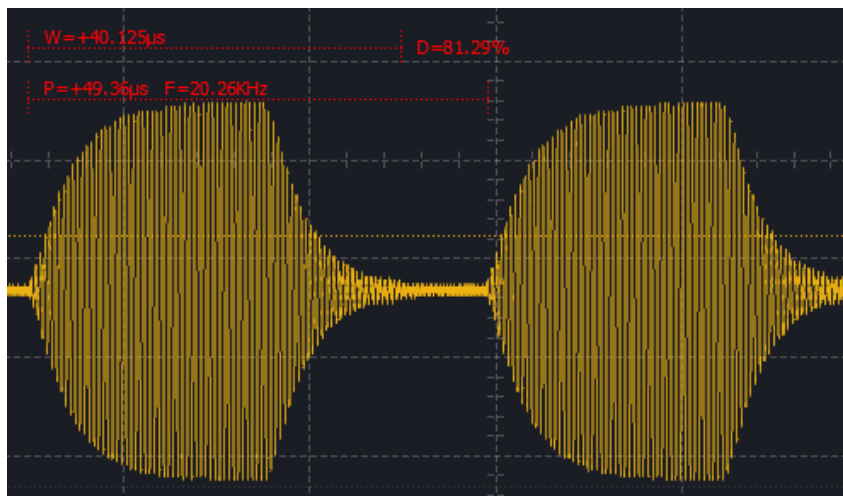

图 3-26
**水平测量标尺：**在波形窗口的空白处（测量起始位置）双击鼠标左键即可开始建立水平测量标尺，移动鼠标到下一个测试点，单击鼠标左键将测量区间宽度，再次移动鼠标到下一个测试点（测试结束位置），单击鼠标左键将测量整个区间的频率，周期以及占空比。在开始测量后，单击鼠标右键即可取消当次测量。想要取消已经存在的测量标尺，只需要在空白处再次双击鼠标左键即可。测量效果如下图（图 3-26）所示：